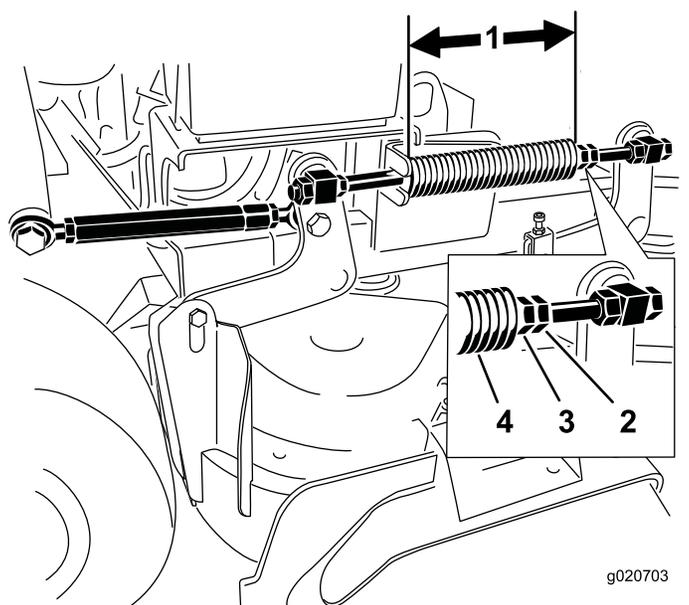

Figure 87
**Remarque:** La longueur nominale est de 28,2 cm pour les plateaux de coupe de 91 cm et de 25,7 cm pour les plateaux de coupe de 102 cm (Figure 87).
3. Réglez cette distance en desserrant l'écrou de blocage du ressort et en tournant l'écrou devant chaque ressort (Figure 87).
4. Bloquez l'écrou en position en serrant l'écrou de blocage du ressort (Figure 87).